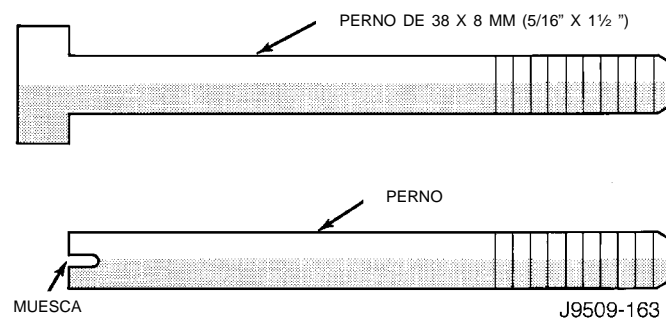

Fig. 37 Fabricación de pernos de alineación
(1) Fabrique 4 pernos de alineación utilizando pernos de 38 x 8 mm (5/16" x 1 1/2" pulg.). Corte la cabeza de los pernos y realice una muesca en la parte superior del perno. Esto facilitará la instalación y el desmontaje con un destornillador (Fig. 37).